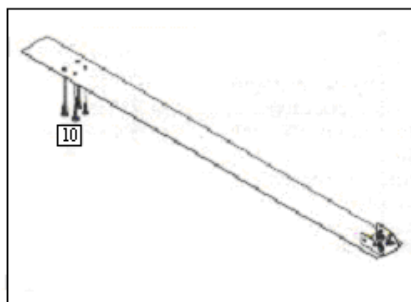

fig. 3
a. Alzare leggermente il tensore (9) ed inserire quattro viti M5x15 (10) nei buchi che sono più vicini al centro della piscina. **Assicurarsi che le teste delle viti siano rivolte verso il suolo** (fig. 3). Situare nuovamente il tensore sul suolo e collocare la piastra base (6) sopra il tensore con le viti dentro dei buchi della placca base. Collocare la placca inferiore (4) sopra la placca base e sopra le viti che emergono del tensore (figura 4). Collocare i dadi (11) nelle viti e avvitarli leggermente. Prima di stringerli definitivamente comprovare che la placca base (6) non sia inclinata.